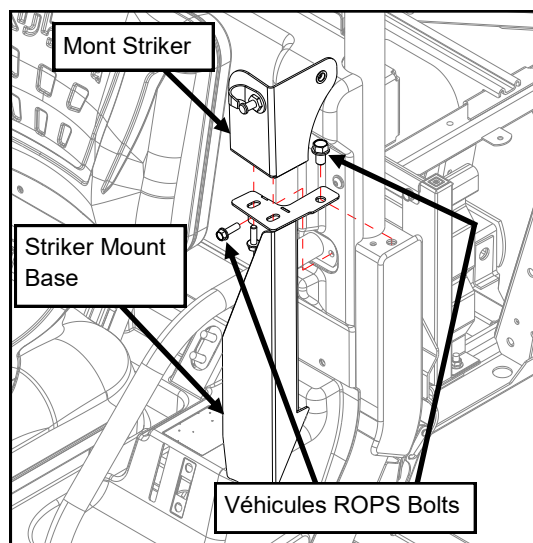

Fig. 2
2. Retirez le boulon ROPS arrière inférieur (M12) et le boulon de retenue de hanche arrière supérieur (M8) sur le côté gauche du véhicule. Enregistrez le (M12) pour le réutiliser. (voir fig. 2)
3. Installez lâchement le mont Striker sur Striker Mount Base à l'aide de (2) vis de flange hexagonale 5/16-18. Remarque : Les vis doivent d'abord être situées grossièrement au centre des fentes et des doigts serrés. Plus tard, lors de l'installation de la porte, la monture de l'attaquant peut avoir besoin d'être ajustée.
4. Installez la base de montage de la gâche à l'aide du boulon ROPS du véhicule (M12) retiré à l'étape 2 et (1) de la vis à bride hexagonale M8 X 25LG fournie, en remplacement du boulon de retenue de la hanche arrière supérieure.